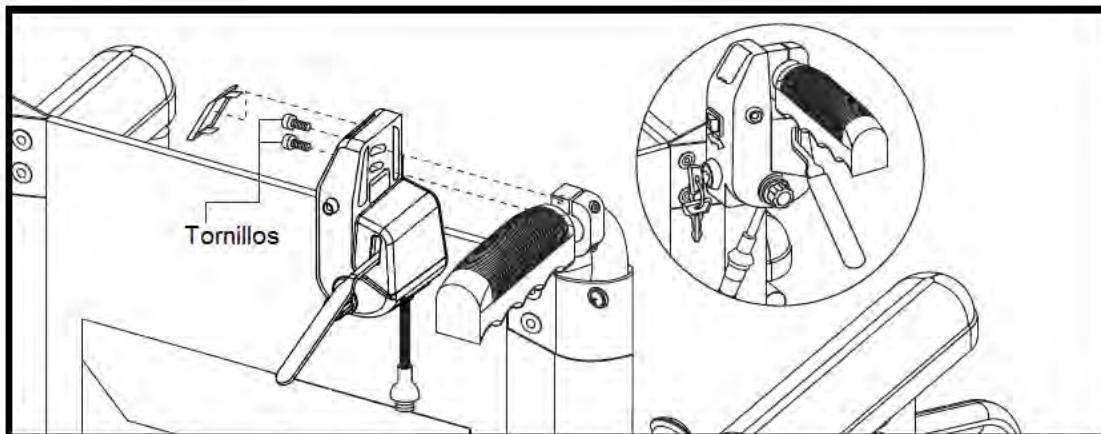
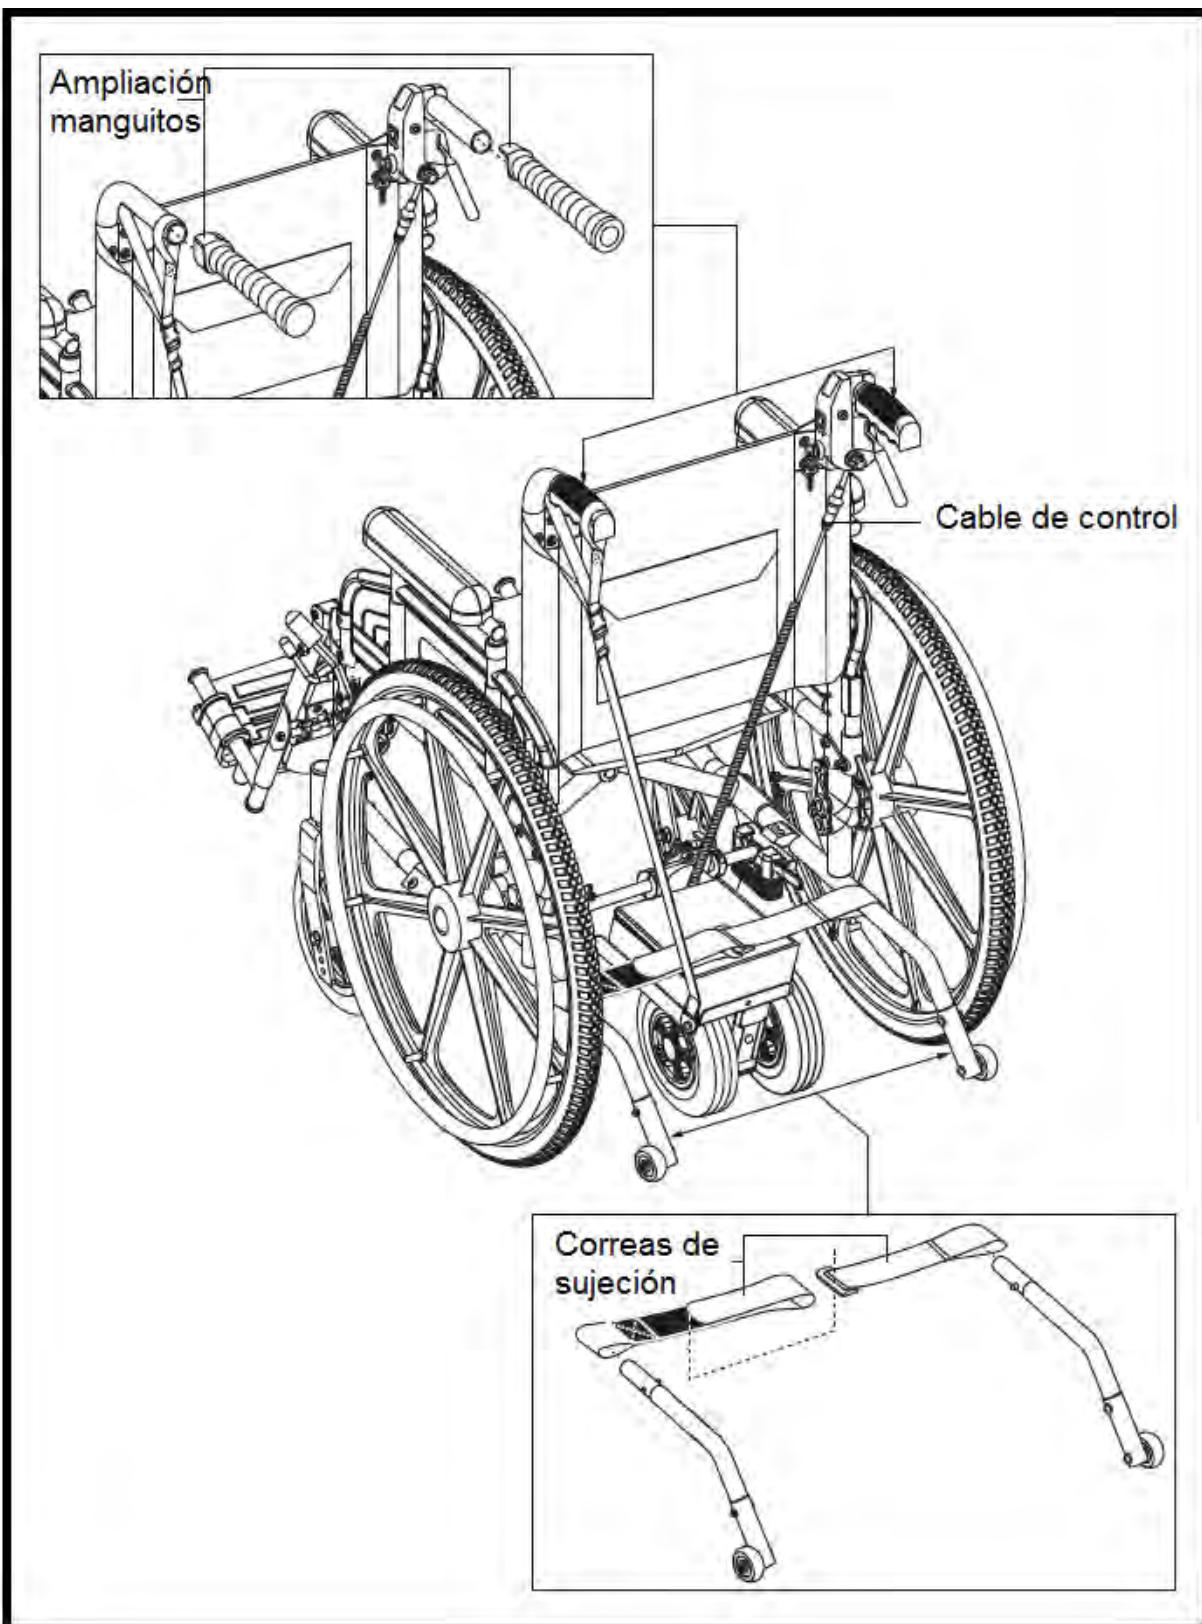

Figura 4. Instalación del módulo de control.
Figura 6. Instalación de la extensión de manguitos del manillar, cable del módulo de control y las correas de sujeción (modelo doble-rueda).
9. Inserte el módulo de control en una de las varillas de la parte trasera de la silla de ruedas, asegurándose de que la parte trasera no toque la unidad de apoyo al inclinar el respaldo en caso de haberlo. Apriete los accesorios. Véase la Figura 4.
12. Pase el cable desde la unidad eléctrica a lo largo de la parte posterior y conecte el enchufe del conjunto eléctrico al módulo de control. Véase la Figura 6.
13. Coloque las correas de sujeción a la parte inferior del bastidor de la silla de ruedas, como se muestra en la Figura 6.
4. Instale la extensión del manillar de manera que el lado plano de la extensión quede apoyado en la unidad de soporte. Véase la figura 4 y la figura 6.